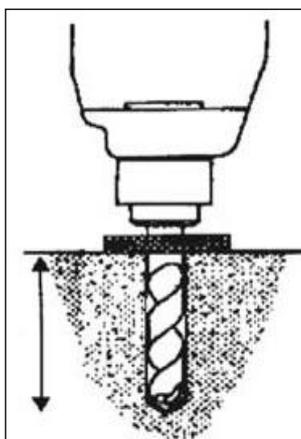

Рис. 25
- Ударной дрелью Ф18 следует просверлить отверстие на основании платформы глубиной 120 мм с помощью сверла для электродрели (рис. 25), затем очистить отверстие.